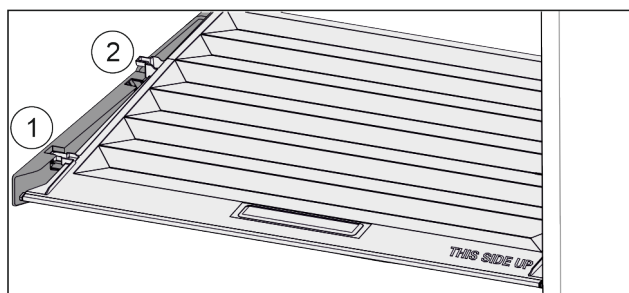

Fig. 34
- ▶ Deckel bis zur Öffnung in den Halteteilen nach vorne ziehen Fig. 34 (1).
- ▶ Hinten von unten anheben und nach oben wegnehmen Fig. 34 (2).